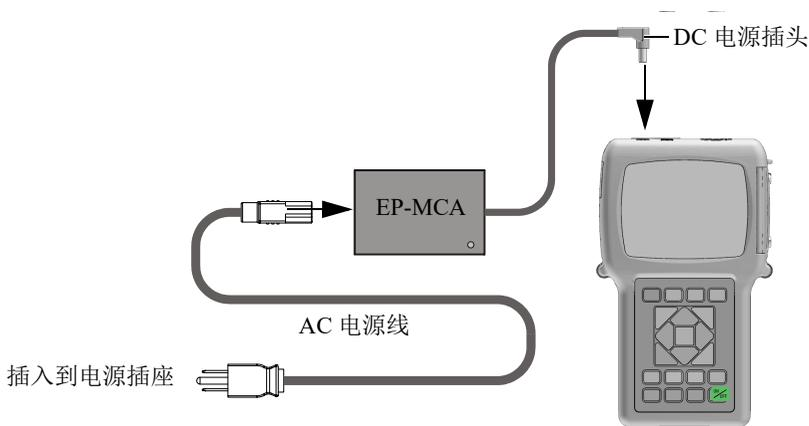

图 2-2 连接充电器 / 适配器
1. 将 AC 电源线的一端连接到充电器 / 适配器（工件编号：EP-MCA [U8767042]），另一端连接到适当的电源插座（参见第 38 页的图 2-2）。